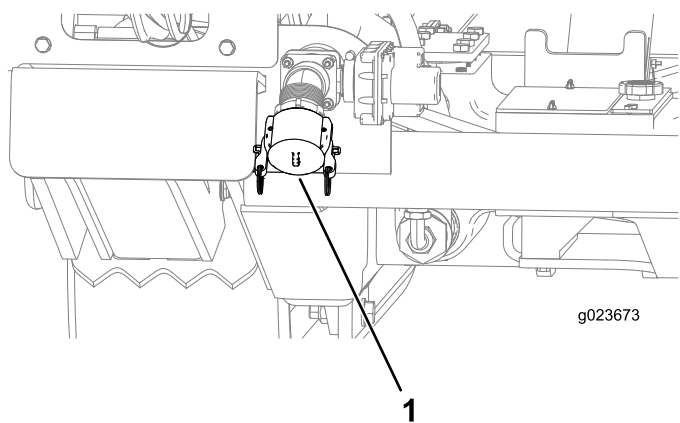

Рисунок 128
- B. Убедитесь, что крышка установлена на впускном отверстии насоса бурового раствора (Рисунок 128).